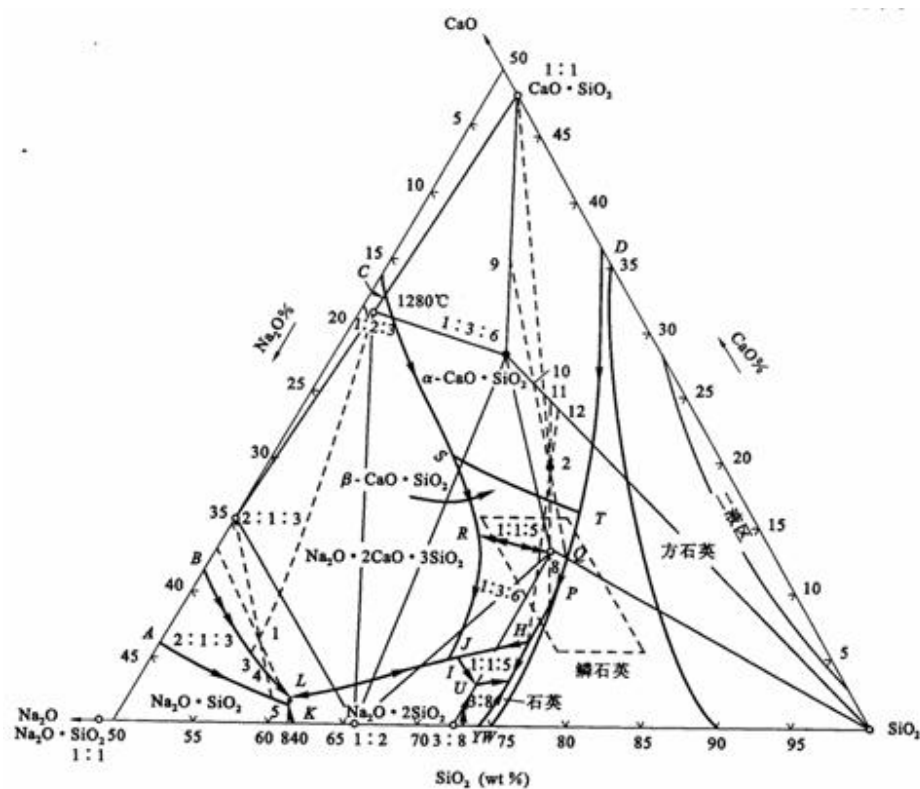

图6-28 $\text{Na}_2\text{O}-\text{CaO}-\text{SiO}_2$ 系统相图
6-44 根据 $Na_2O - CaO - SiO_2$ 系统相图 (图6-28) 回解：(1) 组成为 13% Na_2O ，13% CaO ，74% SiO_2 玻璃配合料将于什么温度熔化？在什么温度完全熔融？(2) 上面组成的玻璃，当加热到 1050℃、1000℃、900℃、800℃ 时，可能会析出什么晶体？(3) NC_3S_6 晶体加热时是否会不一致熔化？分解出什么晶体，熔化温度如何？